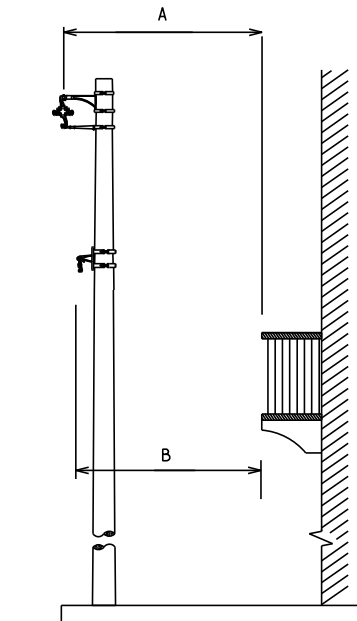

FIGURA 5
- 4) Quando existir janela, considerar a distância da Figura 5, para efeito de afastamento horizontal.